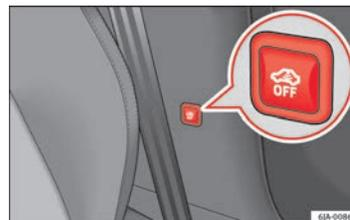

Abb. 50 Taste der Innenraumüberwachung und der Kontrolle des Abschleppschutzes.
- Drücken Sie die Taste  ⇒ Abb. 50 an der Mittelsäule. Das rot hinterleuchtete Symbol  in der Taste leuchtet daraufhin orange.